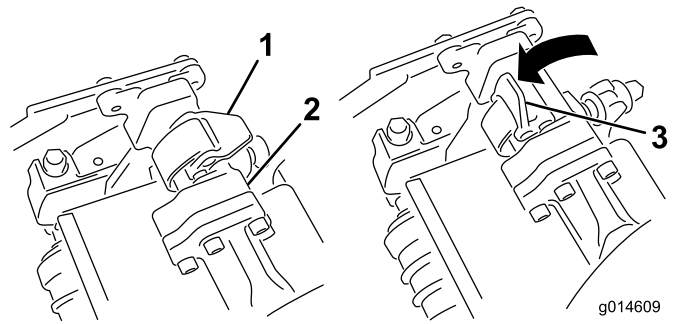
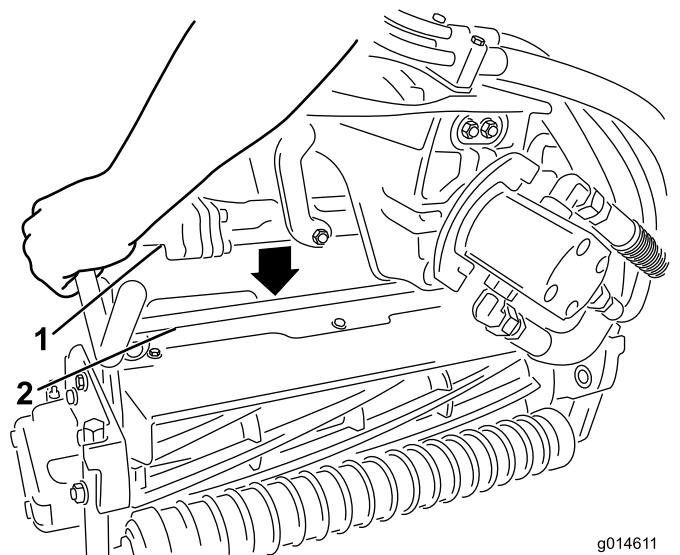

Bild 12
Bild 13
2. Einstellschraubenmutter für Untermesser (2)
5. Die Riegel an der Aufhängearmstange müssen nach oben zeigen (d. h. offen) (Bild 12); drücken Sie den Aufhängearm dann so nach unten, dass die Stange über die Stange an der Oberseite des Mähwerks passt (Bild 13).
6. Drücken Sie die Riegel nach unten und um die Mähwerkstange und arretieren sie (Bild 12).